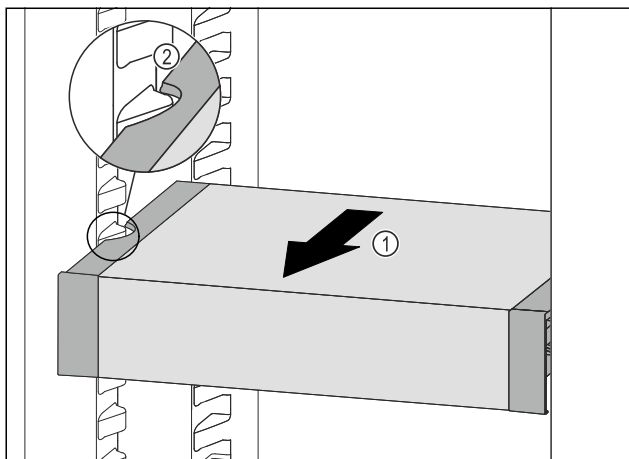

Fig. 187
- Táhněte VarioSafe dopředu Fig. 187 (1), dokud nebudou boční vybrání VarioSafe na úrovni žebrování na nádoby v chladničce. Fig. 187 (2)